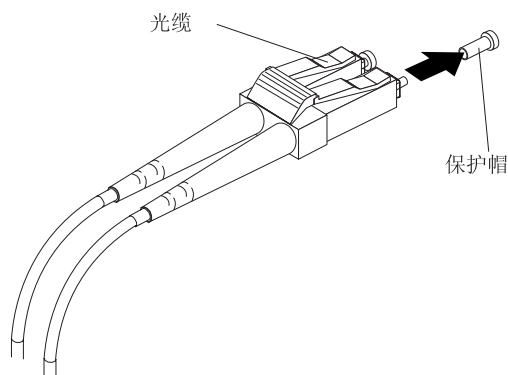

图 17. 卸下光缆保护帽。
3. 从 LC-LC 电缆的一端卸下两个保护帽，如图 17 中所示。妥善保存保护帽以供将来使用。